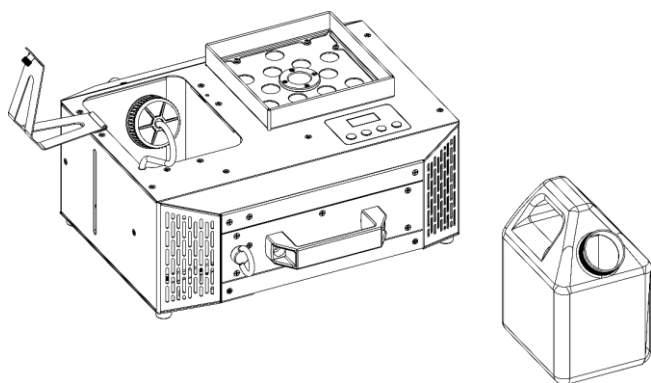

Fig. 42
- 06) Placez le **réservoir de liquide (02)** sur une surface plane près de l'appareil, comme indiqué sur la Fig. 42.